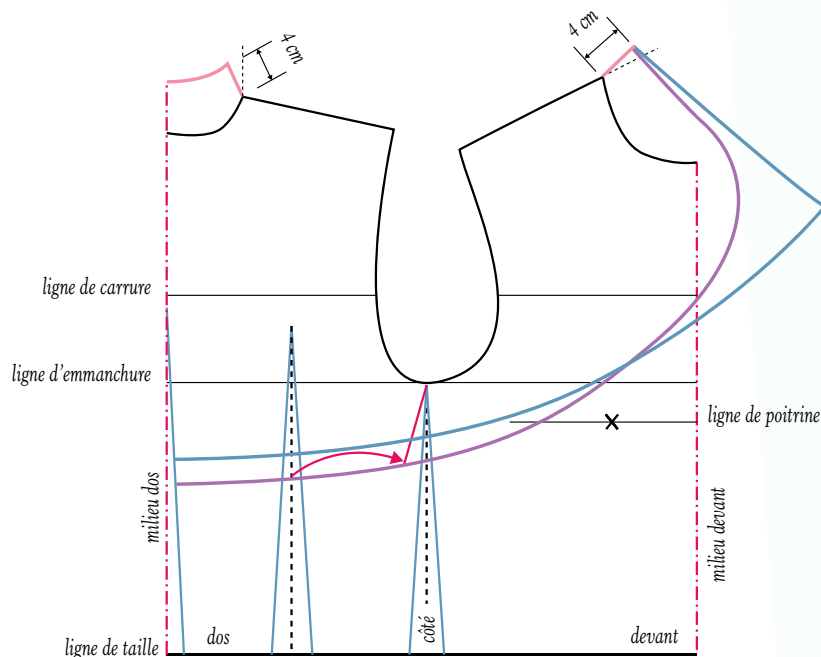

Fig. 1 – La modification du patron de base.
- construisez d'abord un col montant sur l'encolure du dos et du devant à une hauteur de 4 cm (fig. 1, en rose) ;
- fixez ensuite la longueur souhaitée du boléro sur le milieu du dos et joignez avec le revers du col montant par une courbe au-dessus de la poitrine (fig. 1, en violet).
Le revers peut avoir différentes formes : arrondi (fig. 1, en violet), comme sur le modèle Caprice présenté ici, ou pointue (fig. 1, en bleu).
Pour ne pas avoir trop de coutures, qui peuvent altérer la beauté du boléro, ajoutez la valeur de la pince de milieu du demi-dos à la valeur de la pince du côté (fig. 1, flèche rouge).